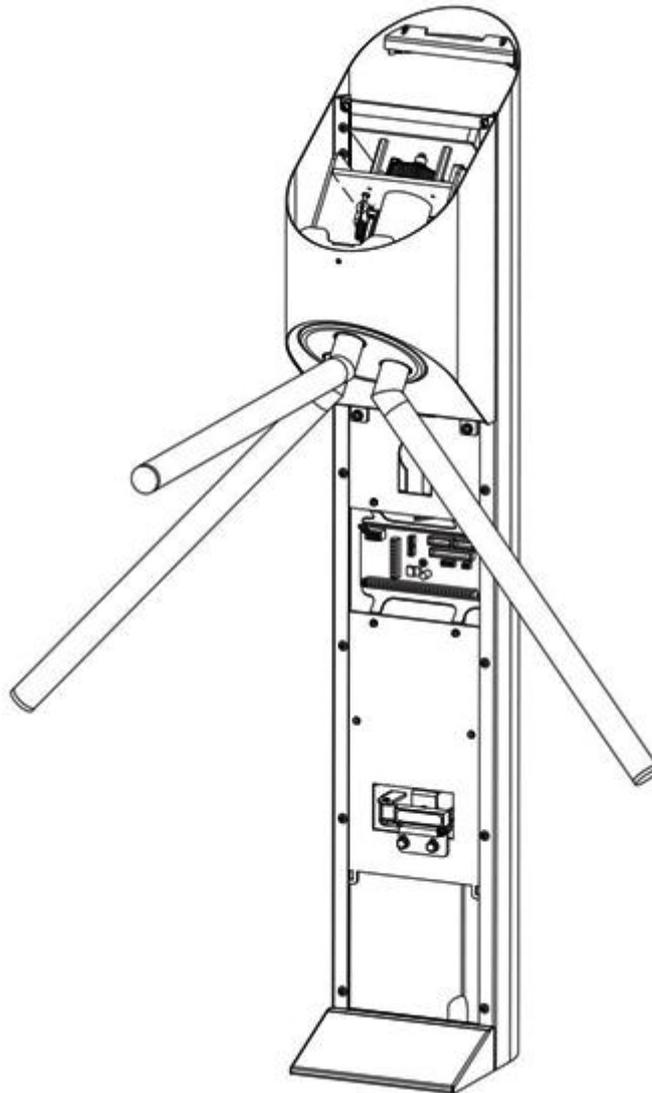

Рисунок 10 – Демонтаж дверцы стойки
3.5.3 Рисунок 10 – открыть замок и снять дверцу стойки.